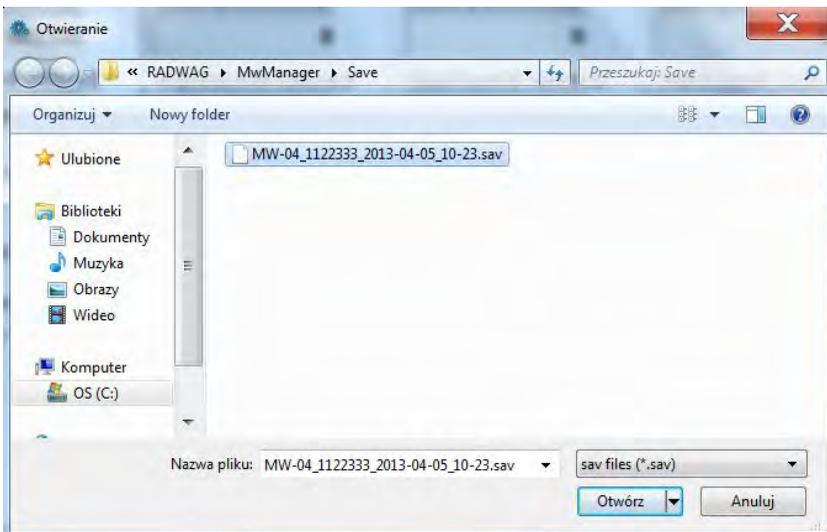

Abb. 29 Systemfenster „Öffnen“
- Im Systemfenster wählen wir die vorher gespeicherte Datei (siehe Abb. 29) und wir drücken die Taste